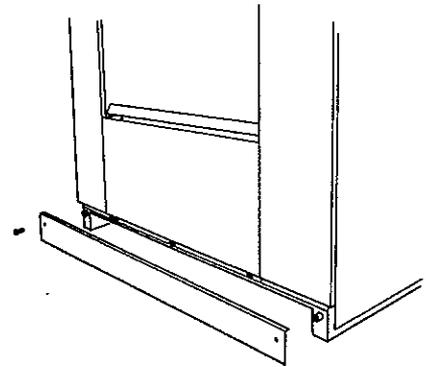

fig. 13
- Assemble the toe plate (*fig. 13*). This piece is shipped disassembled. The fixing screws are secured in the toe plate fixing brackets.
- Montar el zócalo frontal (*fig. 13*). Esta pieza se envía desmontada del resto de la máquina. Los tornillos de fijación están atornillados en los soportes de fijación del zócalo.
- Monter le socle frontal (*fig. 13*). Cette pièce est envoyée démontée du reste de la machine. Les vis de fixation sont vissés sur les supports de fixation du socle.
- Assemble the front toe plate (*fig. 13*). This piece is shipped disassembled. The fixing screws are secured in the toe plate fixing brackets.